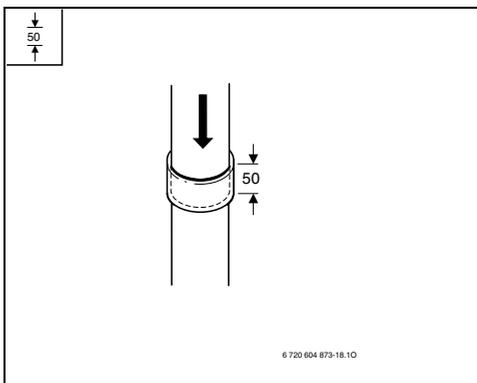

Fig. 30
- ▶ Pousser les accessoires des gaz de combustion jusqu'à l'appui (ici: 50 mm de profondeur de l'emboîtement) (Fig. 30).